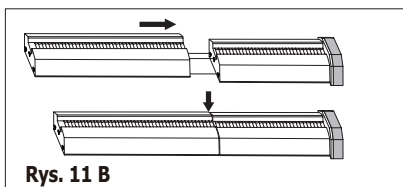

Rys. 10
2. Umieścić regulowany panel okienny na oknie. Dostosować długość regulowanego panelu do wysokości okna (rys. 10).